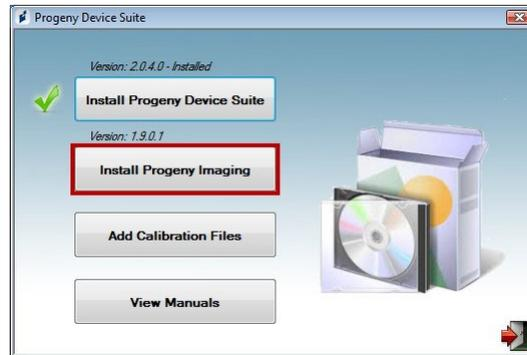

Figura 6: Iniciar la instalación de Progeny Imaging
- Se mostrará una marca de verificación verde al lado del botón 'Install Progeny Device Suite' una vez concluida la instalación de Progeny Device Suite. Continúe con la instalación del software Progeny Imaging haciendo clic en el botón 'Install Progeny Imaging' (Figura 6) y siga las instrucciones en pantalla.